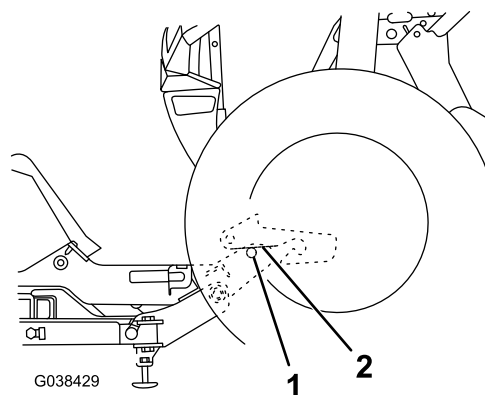

Figure 14
4. Tournez le pied de béquille jusqu'à ce que la goupille arrière d'accouplement touche le récepteur de goupille, comme illustré à la Figure 14.